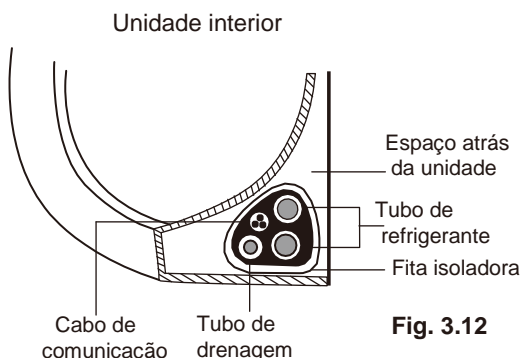

Fig. 3.12
1. Una o tubo de drenagem, o tubo de refrigerante e o cabo de comunicação de acordo com a **Fig 3.12**.
3. Com fita adesiva, envolva bem o cabo de comunicação, os tubos de refrigerante e a mangueira de drenagem. Comprove duas vezes se todos os elementos ficaram bem unidos como demonstra a **Fig. 3.12**.